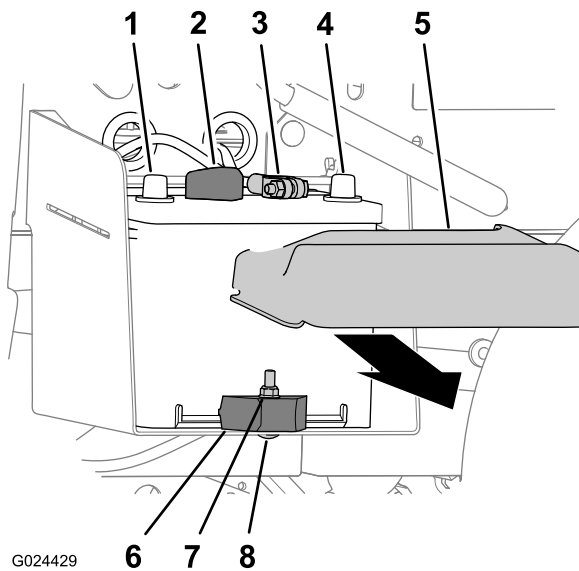

Figura 47
1. Schiacciate i lati del coperchio della batteria e rimuovete il coperchio dalla parte superiore della batteria stessa (Figura 47).
2. Scollegate il cavo negativo della batteria dal relativo morsetto (Figura 47).
3. Scollegate il cavo positivo della batteria dal relativo morsetto (Figura 47).
2. Eliminate dado di bloccaggio, bullone a testa tonda e morsetto della batteria che fissa la batteria al relativo vassoio (Figura 47).
3. Togliete la batteria dal relativo vassoio (Figura 47).
1. Montate la batteria sul relativo vassoio della macchina (Figura 47).
**Nota:** Accertate che i poli positivi e negativi della batteria siano allineati come mostrato in Figura 47.
2. Fissate la batteria al relativo vassoio con morsetto, bullone a testa tonda e dado di bloccaggio (Figura 47).
1. Collegate il cavo positivo della batteria al relativo morsetto (Figura 47).
2. Collegate il cavo negativo della batteria al relativo morsetto (Figura 47).
3. Montate il coperchio della batteria sulla parte superiore della batteria stessa (Figura 47).